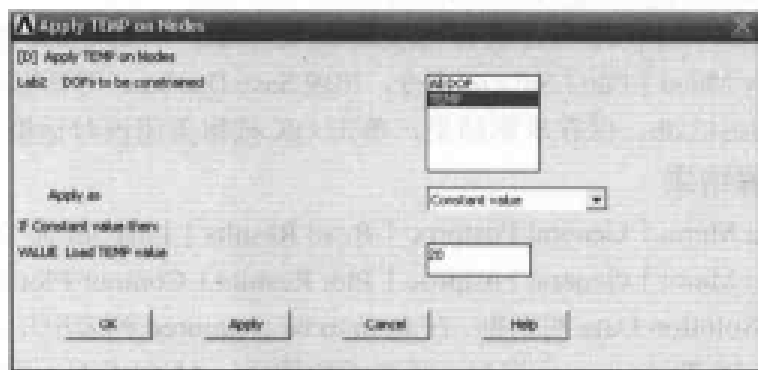

图 11-62 施加温度载荷对话框
(1) 选择 Main Menu | Solution | Analysis Type | New Analysis 命令，出现 New Analysis 对话框，选择分析类型为 Transient，单击 OK 按钮，出现 Transient Analysis 对话框，采用其默认设置，单击 OK 按钮关闭该对话框。
(2) 选择 Utility Menu | Plot | Lines 命令，显示所有线段。
(3) 选择 Main Menu | Solution | Analysis Type | Analysis Options 命令，出现 Full Transient Analysis 对话框，在 [TOFFST] Temperature difference 文本框中输入 273，其余选项均采用默认设置，单击 OK 按钮关闭该对话框。
(4) 选择 Main Menu | Solution | Define Loads | Apply | Thermal | Temperature | On Nodes 命令，出现 Apply TEMP on Nodes 菜单，在文本框中输入 600，单击 OK 按钮，出现 Apply TEMP on Nodes 对话框，在 Lab2 DOFs to be constrained 列表框中选择 TEMP 选项，在 VALUE Load TEMP value 文本框中输入 20，如图 11-62 所示，单击 OK 按钮关闭该对话框。